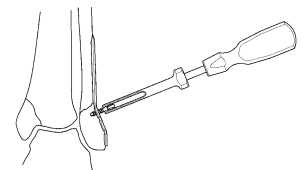

図6
- 選択した長さの4.0キャンセラススクリューを、ホールディングスクリュースリーブで把持し、六角2.5ドライバ/六角2.5パワービンドライバを用いて挿入します。（図6）